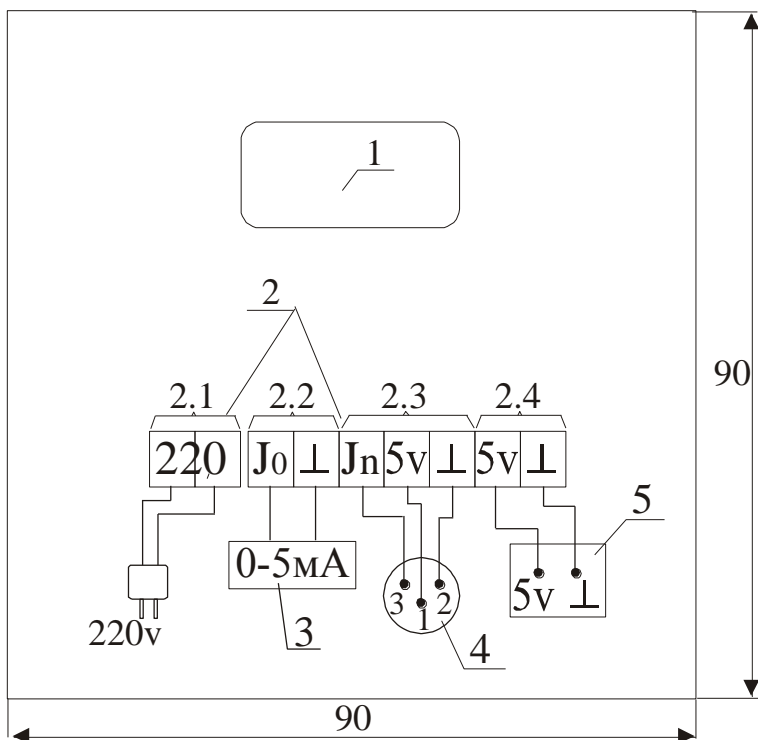

Рис.2. Задняя панель блока цифровой индикации (БЦИ) и схема электрических соединений.
7.2.2. Подключить 220В к микрокомпрессору и сетевому клеммнику «220В» БЦИ (см. рис.2). Токовый выход подключается двумя проводами к